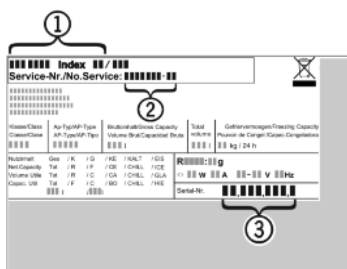

Fig. 19
- ▶ Označení přístroje Fig. 19 (1), servisní číslo Fig. 19 (2) a sériové číslo Fig. 19 (3) naleznete na typovém štítku. Identifikační typový štítek je umístěn na levé vnitřní stěně přístroje.
- ▶ Informujte zákaznický servis a sdělte poruchu, označení přístroje Fig. 19 (1), servisní číslo Fig. 19 (2) a sériové číslo Fig. 19 (3).